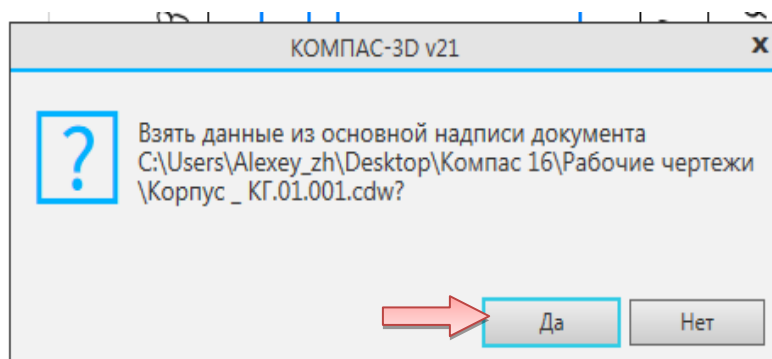
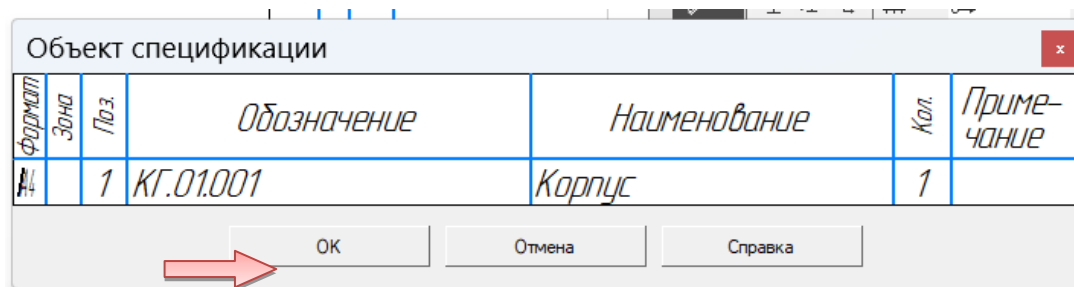

Рис. 2.36. Подтверждение передачи данных из основной надписи рабочего чертежа «Корпус» в спецификацию
Рис. 2.37. Автоматическое заполнение строки спецификации для детали «Корпус»
- Подтвердите передачу данных из основной надписи документа (рис. 2.36). Система возьмет данные из основной надписи документа и составит из них текстовую часть объекта спецификации (рис. 2.37).